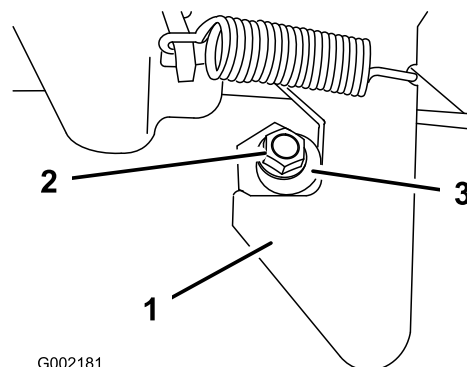

Figura 54
1. Desaperte a porca de bloqueio na extremidade do perno do trinco (Figura 54).
2. Rode o perno do trinco para a direita até encostar à zona de gancho do trinco (Figura 54).